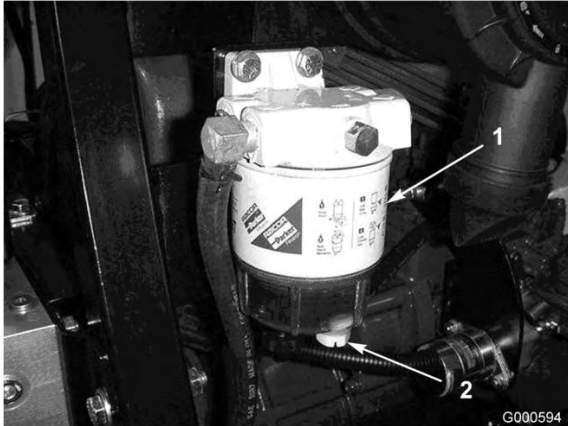

Bild 38
Entleeren Sie Wasser und andere Fremdstoffe täglich aus dem Wasserabscheider (Bild 38).
2. Lösen Sie die Ablassschraube an der Unterseite der Filterglocke (Bild 38). Ziehen Sie anschließend die Schraube wieder fest.